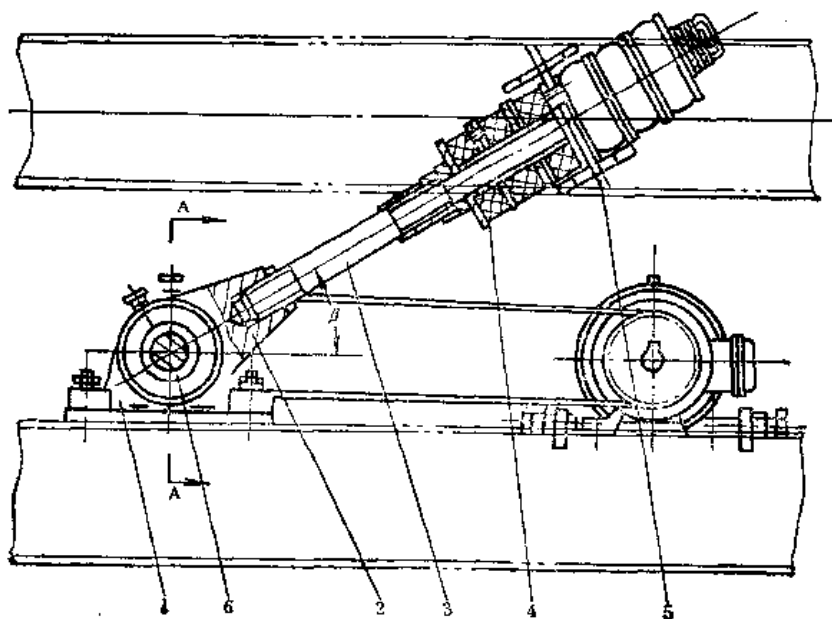
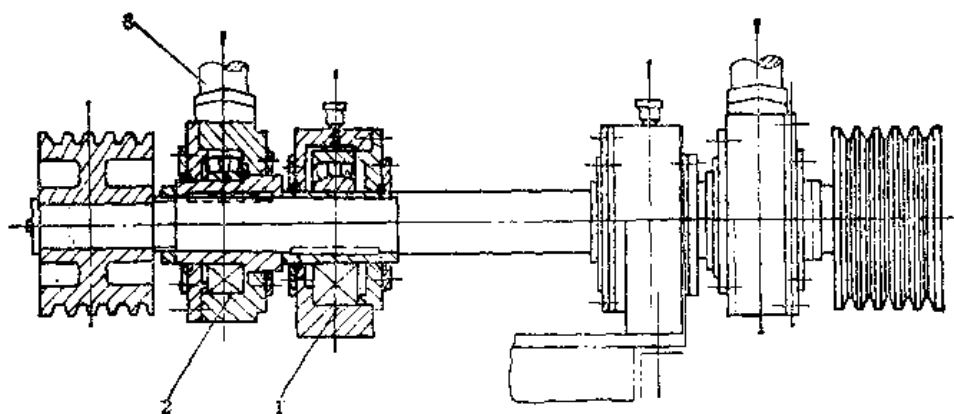

图8-9-3 弹性连杆驱动装置
图8-9-4 传动轴 (图8-9-3的A-A剖视)
(1) 连杆和偏心轴 (图8-9-3和图8-9-4)
① 卸下V带。如用联轴器驱动的先松开联轴器螺钉，卸下橡胶联轴器及浮动轴。
② 铲开连杆弹簧4两端锁紧螺母的锁紧垫，松开或卸下两端螺母。
③ 铲开连杆头2处止动垫，松开螺母，卸下连杆3。
④ 从支板5上卸下连杆弹簧4及其压环。
⑤ 松开轴承座1的固定螺栓，取出传动轴组合件。再按图8-9-4由两端向中间逐个卸下零件。